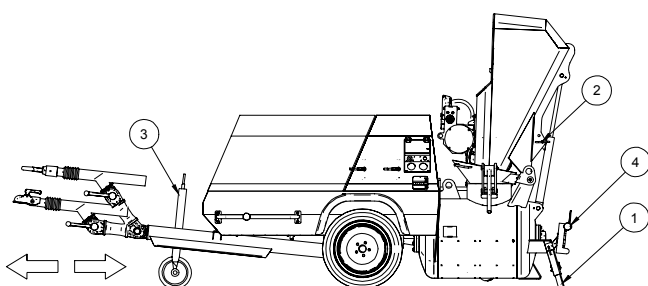

РИС. 4
! - Перед тем как приступить к транспортировке, ковш всегда следует блокировать с помощью предохранительного пальца (поз. 2, Рис. 4).
9. УСТАНОВКА (Рис. 4)